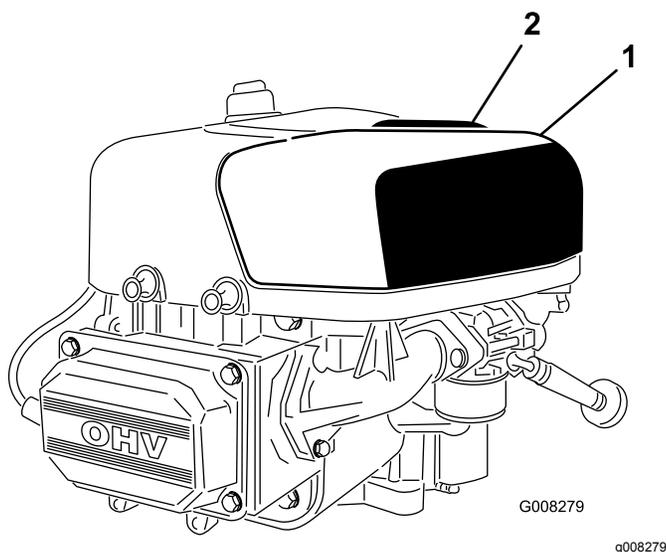

図 22
2. エアクリーナカバーのハンドルを上へ引いて、エンジン側へ回す 図 22。